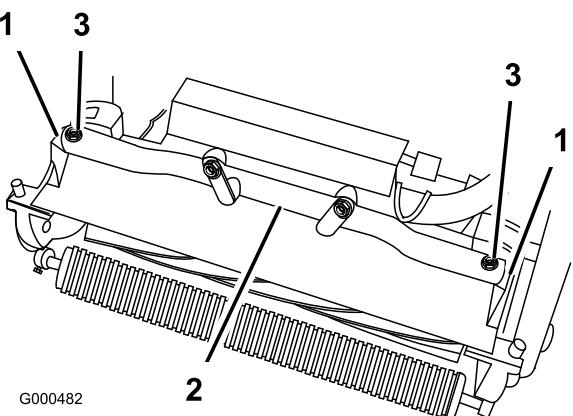

Figura 14
- Retire los 2 pernos que fijan los brazos de pivotе de la unidad de corte al tubo del bastidor de la unidad de tracción (Figura 14).
- Gire hacia adelante los brazos de pivotе (Figura 14) y apoye la unidad de tracción sobre el soporte bloqueado.